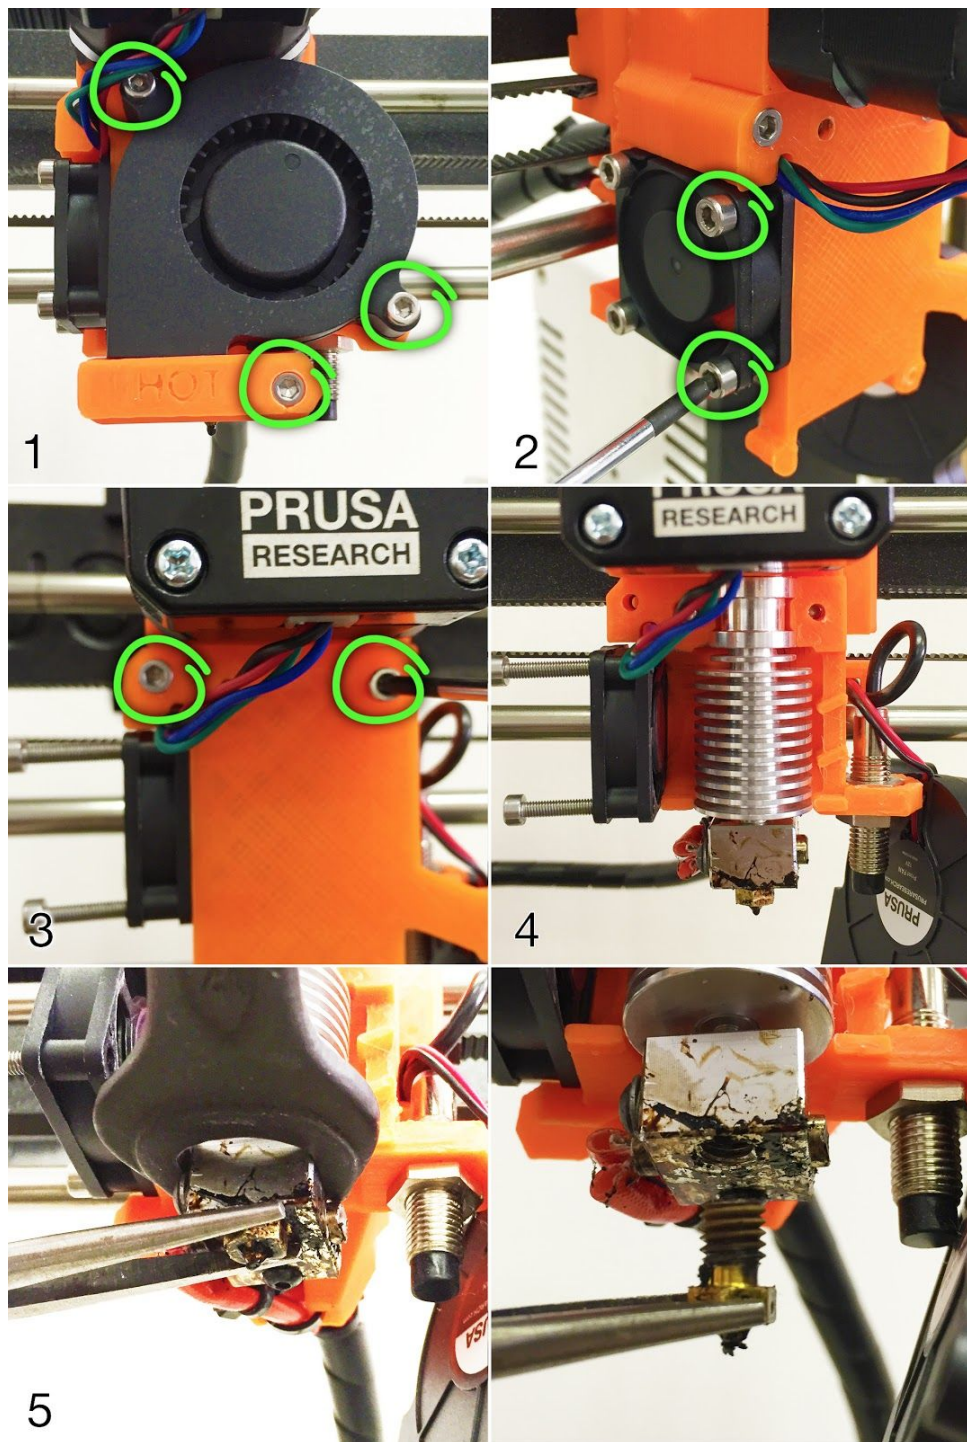

Bild 35 - Düsenwechsel
- 2) Lösen Sie die Schraube am **Ventilatormundstück** und die beiden Schrauben am Druckventilator und entfernen Sie beide Teile (**Bild 35, Teil 1**).
- 3) Entfernen Sie die beiden vorderen Schrauben des Düsenventilators (**Bild 35, Teil 2**).
- 4) Lösen Sie die beiden Schrauben, die den Extruderdeckel halten (**Bild 35, Teil 3**). Obwohl die Düse selbst direkt zugänglich ist, empfehlen wir, den Extruderdeckel zu nehmen, um Zugang zum Heizelement zu erhalten.
- 5) Nun ist der gesamte Düsenkörper zugänglich (**Bild 35, Teil 4**).
- 6) Das Heizelement mit einem Schraubenschlüssel (Größe 17) festhalten und die Düse abschrauben (**Bild 35, Teil 5**). Vorsicht, die Düse ist noch heiß!